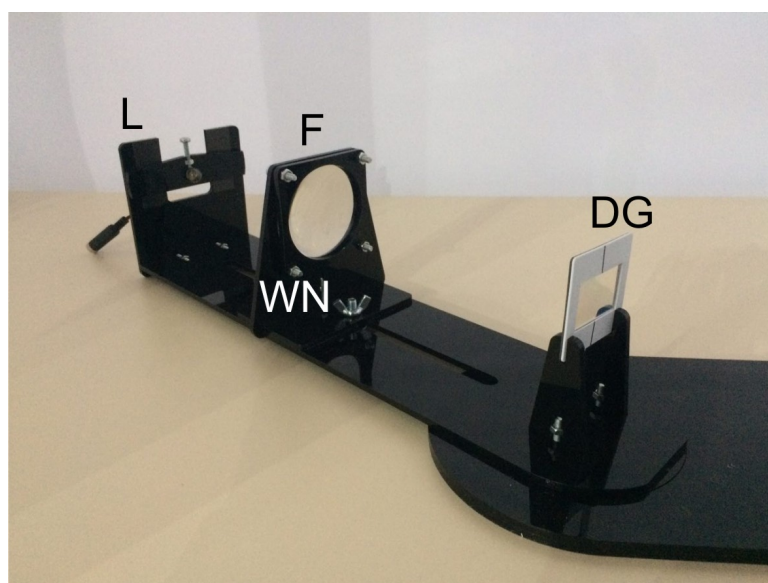

Рис. 4.: Спектральное плечо
Для проведения спектральных измерений с различными длинами волн вам понадобится спектральное плечо (рис. 4). Спектральное плечо состоит из лампы накаливания (L), дифракционной решетки с держателем (DG) и подвижной линзы (F) между ними. Для установки спектрального плеча поместите диск в левое отверстие в оптической скамье.